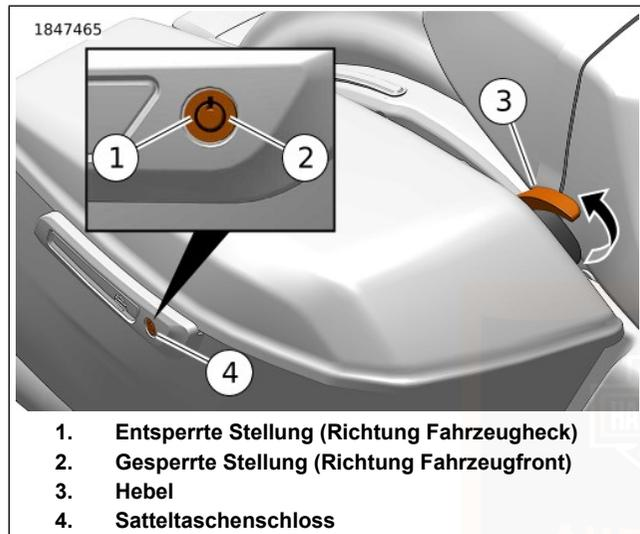

Abbildung 66. Satteltasche
Siehe Abbildung 66. Den Schlüssel in das Schloss einführen. Den Schlüssel einstecken und um eine Vierteldrehung
Siehe Abbildung 66. Den Schlüssel in das Schloss einführen. Den Schlüssel einstecken und um eine Vierteldrehung Richtung Fahrzeugheck drehen. Schlüssel zurück in mittlere Position bringen und herausziehen.
1. Siehe Abbildung 66. Satteltasche entriegeln.
2. Den Satteltaschenhebel (3) anheben.
1. Siehe Abbildung 66. Den Satteltaschendeckel zuklappen.
2. Den Hebel (3) nach unten drücken, bis die Verriegelungen einrasten. Überprüfen, dass der Deckel sicher geschlossen ist.
1. Siehe Abbildung 66. Die Satteltasche öffnen.